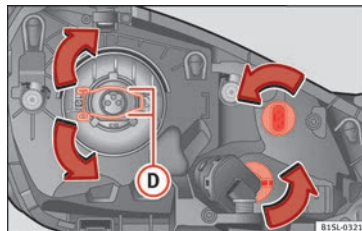

Fig. 85 Projecteur gauche
- Appuyez sur l'étrier de sécurité » fig. 85 D vers le bas dans le sens de la flèche, puis décrochez-le sur le côté et éloignez-le.
- Placez l'ampoule, ramenez-la à sa position et accrochez l'étrier de sécurité » fig. 85 D.